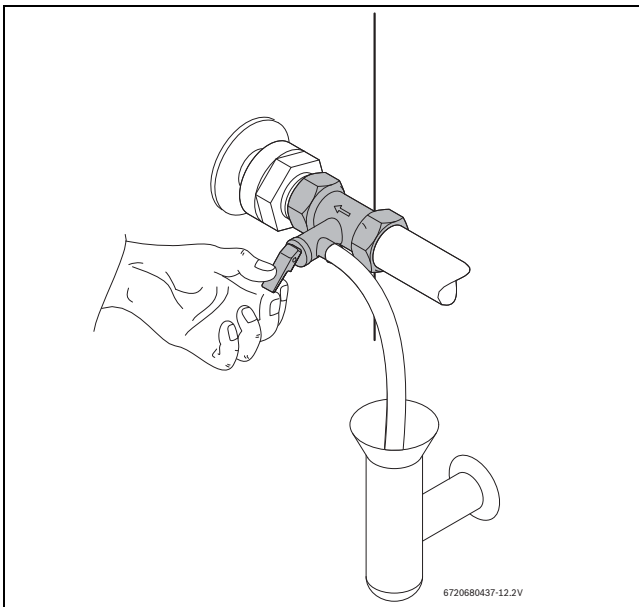

Fig. 10 Válvula de seguridad
- ▶ Purgue el termoacumulador (véase Fig. 10).
- ▶ Accione la válvula de sobrepresión (véase Fig. 10).
- ▶ Active manualmente la válvula de seguridad por lo menos una vez al mes (véase Fig. 10).